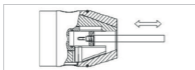

Abbildung 11: Dichtscheibe herausziehen
3. Ziehen Sie das Montagewerkzeug zusammen mit der Dichtscheibe aus dem Bohrfutterkopf heraus (siehe „Abbildung 11: Dichtscheibe herausziehen“).